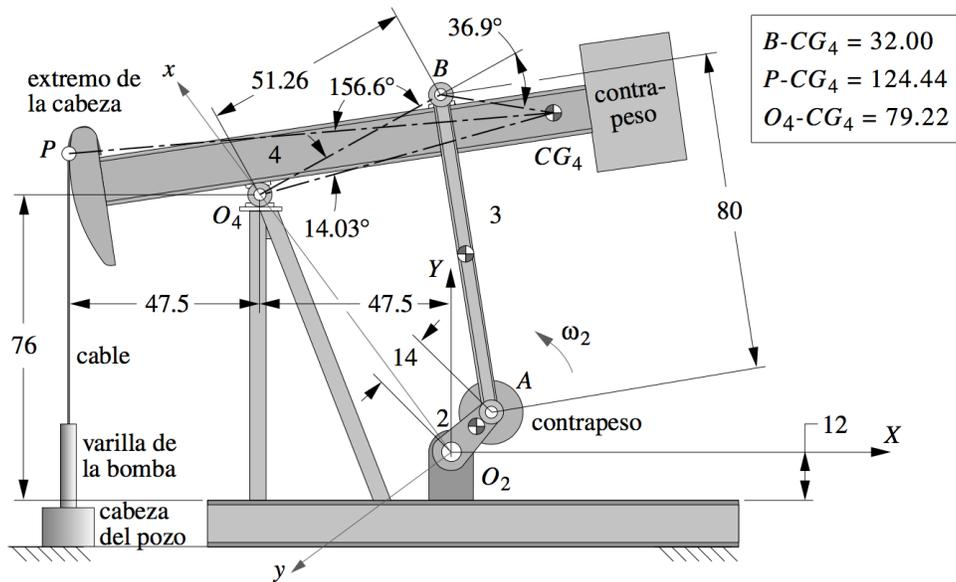

Figura 6: Problema 6: Una bomba para extracción de petróleo. Todas las dimensiones lineales en pulgadas
6. La figura 6 muestra una bomba de varilla para un campo petrolero. Pero la posición mostrada, dibuje los diagramas de cuerpo libre del cigüeñal (2), la biela (3), la viga cabeceadora [balancín] (4) usando nombres de variables similares a los utilizados en los talleres realizados en clase. Suponga que el cigüeñal gira lo suficientemente lento para que la aceleración pueda ignorarse. Incluya el peso que actúa sobre el centro de gravedad de la viga cabeceadora y el cigüeñal, pero no el de la biela. Determine, además, las fuerzas de los pernos sobre la viga cabeceadora, la biela, el cigüeñal y el torque de reacción sobre el cigüeñal.